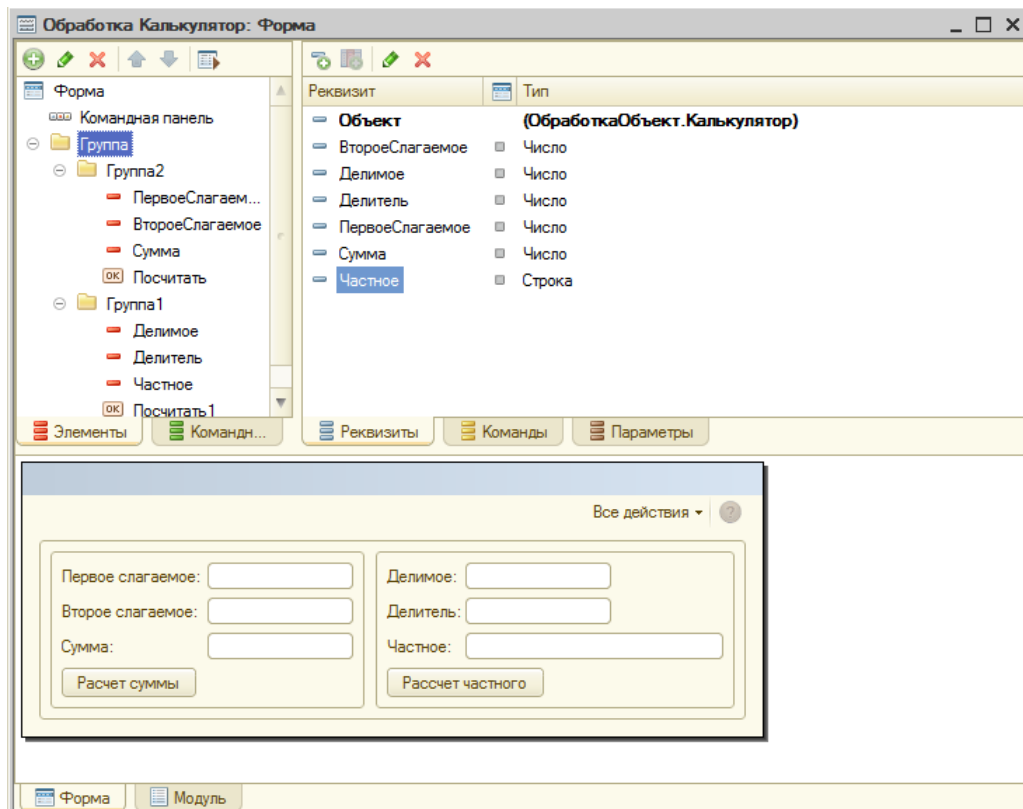

Рисунок 134 Пример вложенных групп
- Группы можно делать вложенными. Пример на рис. 134.